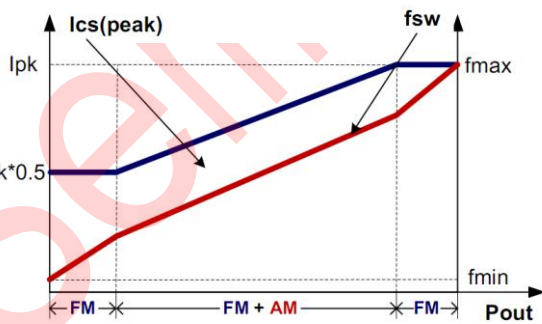

图 4
如图 4 所示，为了满足严苛的平均效率和待机功耗要求，U6335BS 采用了调幅控制 (AM) 和调频控制 (FM) 结合的多模式控制技术。